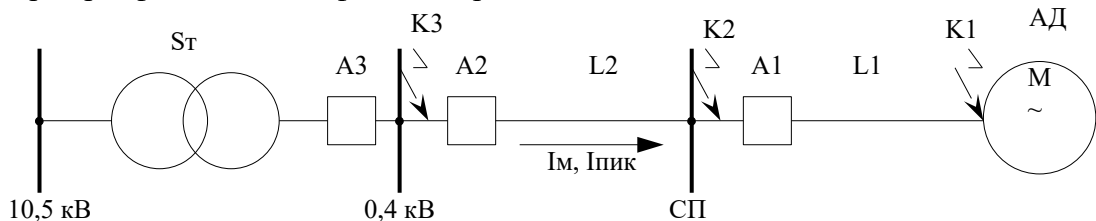

Рисунок 0.1. Схема для практической работы «Расчет токов короткого замыкания в сетях до 1000 В»
4. Расчет токов короткого замыкания в сетях до 1000 В. Выбор аппаратов защиты от короткого замыкания в сетях до 1000 В. Построение карты селективности. Для схемы (Рисунок 0.1) выполнить следующие расчеты: